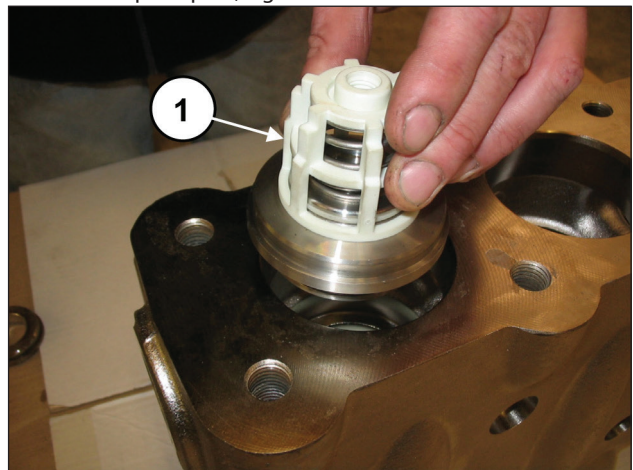

Fig. 107
Placer le groupe soupape de refoulement (rep. ①, Fig. 107).